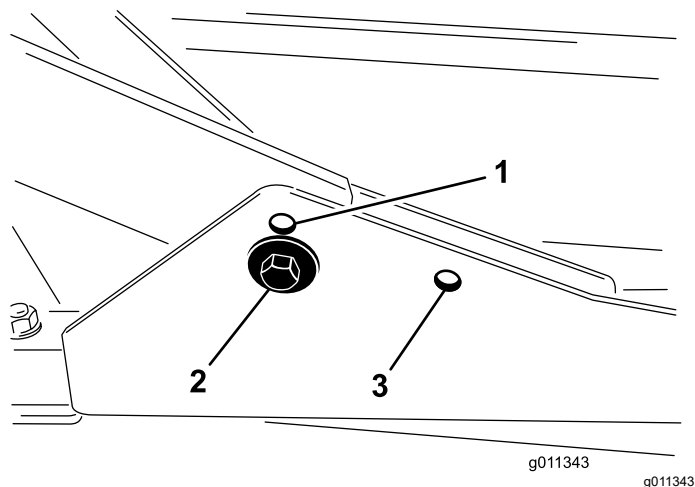

Рисунок 2
1. Для высоты скашивания в диапазоне от 2 до 7,6 см переднюю несущую раму следует закрепить в нижних передних монтажных отверстиях (Рисунок 2).
2. Для высоты скашивания в диапазоне от 6,3 до 10 см переднюю несущую раму следует закрепить в верхних передних монтажных отверстиях (Рисунок 2).
Задняя режущая дека крепится в задних монтажных отверстиях для любой высоты скашивания (Рисунок 2).